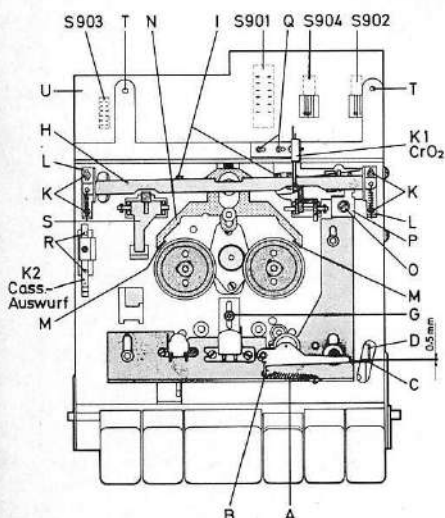

Abb. 26
5.1 Druck der Andruckrolle an die Tonwelle (siehe Abb. 26)
5.4 Einstellung des Umspulmotors (siehe Abb. 26)
5.5 Einstellung des Fixierkeiles für den Kopfschlitten (siehe Abb. 26)
5.6 Einstellung der Bremsen (siehe Abb. 26)
5.7 Einstellung des Umschaltkontaktes K 1 für CrO₂-Cassetten (siehe Abb. 26)
5.81 Rückstellkontakt K 2 am Laufwerk (siehe Abb. 26)
5.10 Einstellung der Schiebeschalter S 901 und S 903 (siehe Abb. 26)
5.11 Einstellung der Federsätze S 902 und S 904 (siehe Abb. 26)